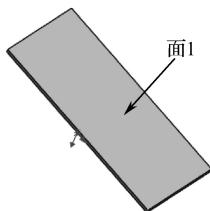

图 9-50 源文件
- 02** 在“打开”对话框中选定文件名为“9.6”，然后单击“OK”按钮，或者双击所选定的文件，即打开所选文件，如图 9-50 所示。
04 单击如图 9-50 所示的面 1 作为草绘平面，系统进入草绘绘制界面，然后绘制如图 9-52 所示直线。
06 选择如图 9-50 所示的面作为固定面，选择折弯位置选项中的“折弯中心线”选项，在“折弯角度”输入框中输入 **120**，输入折弯半径 **6**，其设置如图 9-53 所示。